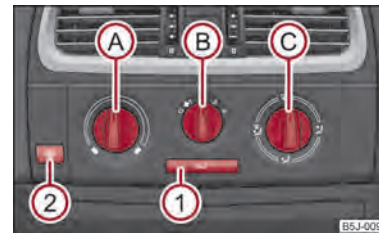

Fig. 78 Încălzirea: Elementele de comandă
Admisia aerului prin fiecare gură de ventilație se reglează de la regulatorul C ⇒ fig. 78. Gurile de ventilație 3 și 4 se pot deschide și închide separat.
- Rotiți regulatorul rotativ A ⇒ fig. 78 spre dreapta pentru a mări temperatura.
- Elementele de comandă (A), (B), (C) și tasta ① ⇒ fig. 78.
- Apăsați tasta  ① ⇒ fig. 78, lampa de control din tastă se aprinde.
- Apăsați din nou tasta  ①, lampa de control din tastă se stinge.
Când regulatorul (C) se află în poziția  ⇒ fig. 78, recircularea aerului este oprită automat. Prin apăsarea repetată a tastei  puteți porni recircularea aerului și în această poziție.